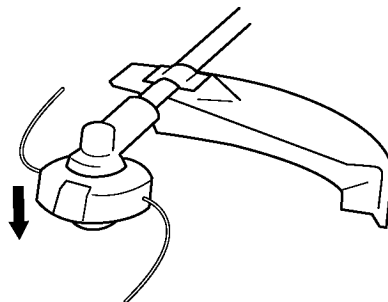

Fig. 16
- Opere el motor a una velocidad baja y golpee el cabezal contra el suelo. La línea de nylon saldrá unos 1-3/16" (3 cm) con cada golpe. (Fig. 16)